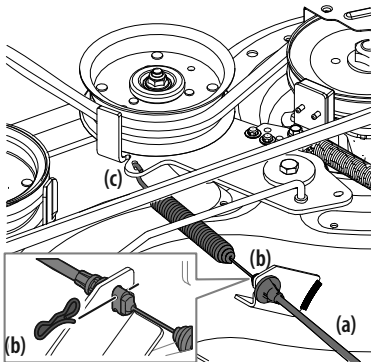

Figura 33
10. Extraiga con cuidado el cable de la PTO (a) de la parte posterior de la plataforma de corte retirando el pasador de chaveta (b) que lo sujeta. Retire el resorte (c) del soporte de polea loca de la plataforma. Consulte la Figura 33.